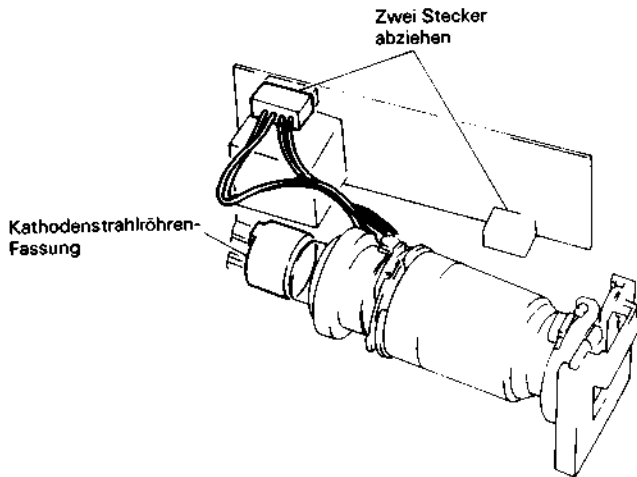

Abb. 2.124 Ausbau der Leiterplatte des elektronischen Suchers (EVF)
3. Die zwei (2) Stecker (CN1023, CN1803) und die Kathodenstrahlröhren-Fassung abziehen (siehe Abb. 2.124).